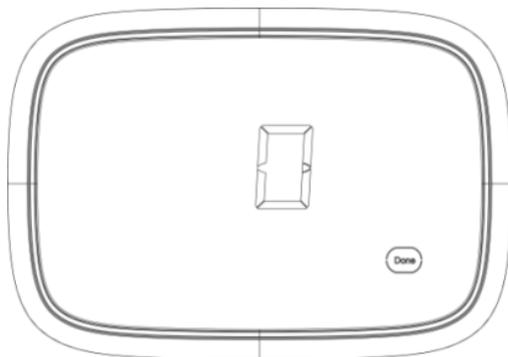

Fig.29
3. Cuando el conteo llegue a 0, oprima la tecla  para regresar a la pantalla principal y resumir la operación normal. Ver la Fig.29.